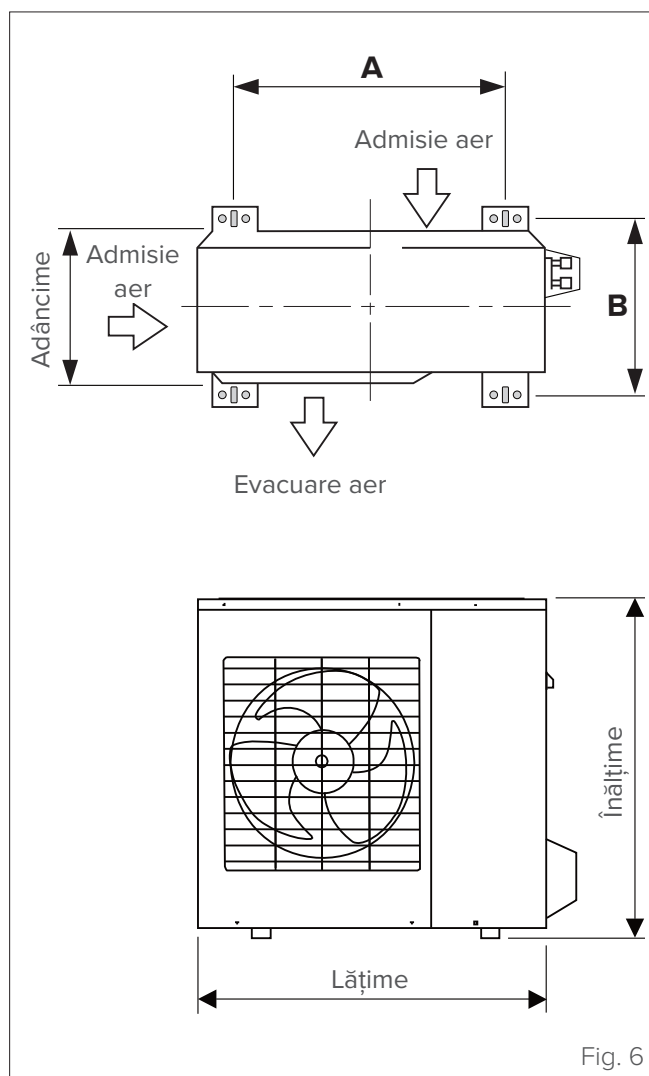

Fig. 6
- Marcați pozițiile găurilor pentru suporturi conform măsurătorilor din schema cu dimensiunile de montare (vezi „Fig. 6”).